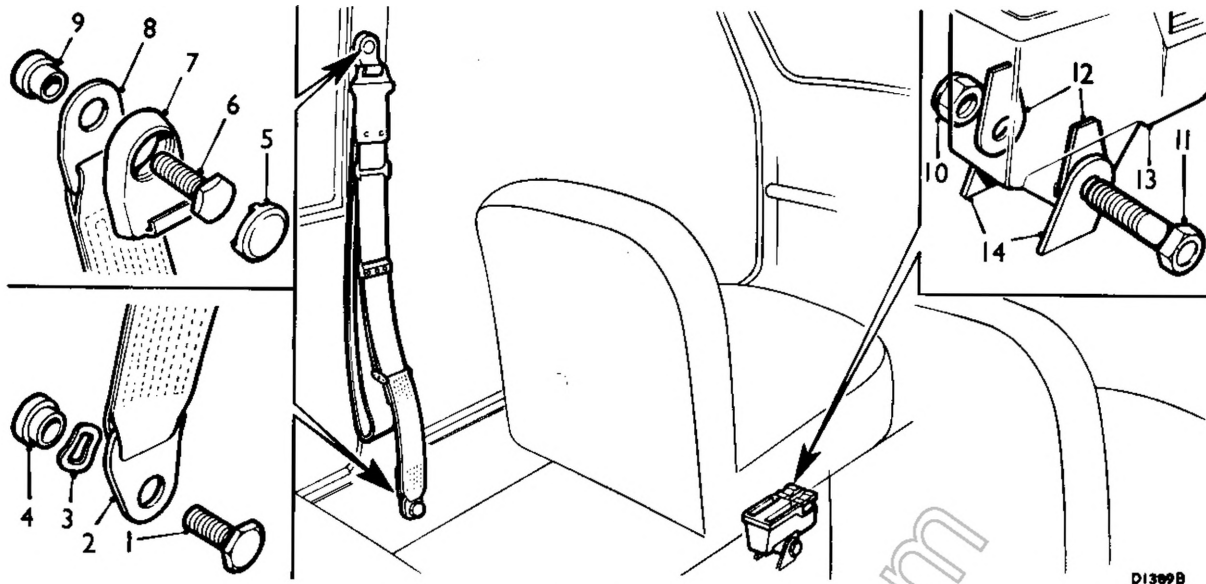

Fig. Rb. 13
- (2) Rimuovere il cappuccio di plastica (5) che copre la vite esagonale (6) dell'ancoraggio sul montante. Svitare la vite e staccare: la cintura, la rosetta piana, il gancio, la rosetta di sicurezza ed il distanziale con spallamento (cinture Kangol); la cintura, la rosetta piana, il gancio ed il distanziale con spallamento (cinture Britax). Vedansi le Figure Rb.13 e Rb.14.
Cinture Britax - Si tenga presente che a ciascun lato dell'ancoraggio, tra questo e le piastrine, è montata una rosetta di fibra (12, Fig. Rb.13).
(b) Tutti i componenti debbono essere rimontati nell'ordine indicato nella figura Rb.13. Serrare le viti di fissaggio degli ancoraggi alla coppia di 3,5 kgm.